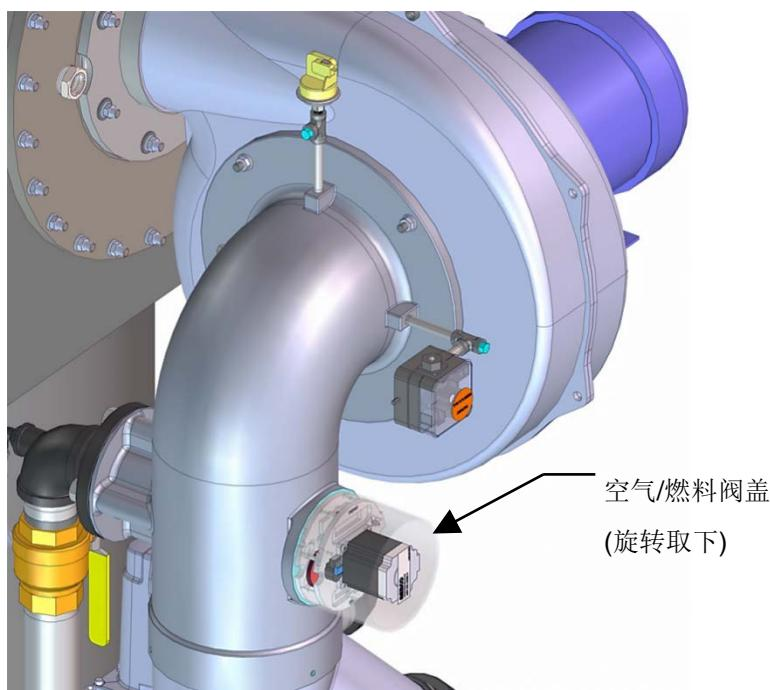

图5-8：空气/燃料阀盖位置
3. 逆时针旋转取下空气/燃料阀盖（见图 5-8）。
3. 通过逆时针旋转，取下空气/燃料阀盖（见上图 5-8），向上抬起取下。